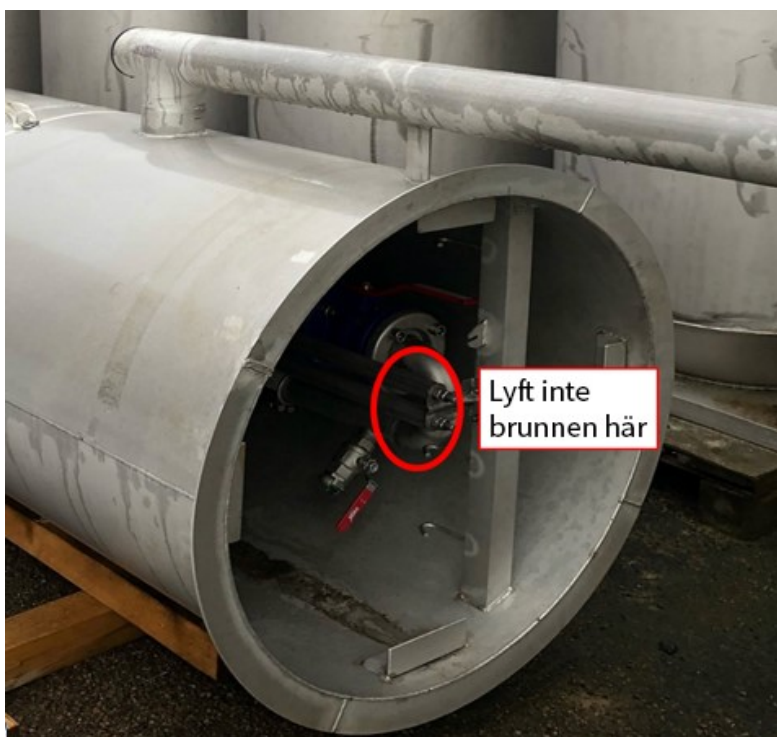

Bild 1, insidan av pumpbrunnen
- Inuti den rostfria pumpbrunnen finns utrustning som pumpen ska monteras på. Gejderrören som löper vertikalt hela vägen ner i pumpbrunnen får inte ändra läge. Det är därför viktigt att inte fästa något runt detta område när pumpbrunnen lyfts ner i gropen (se bild 1).